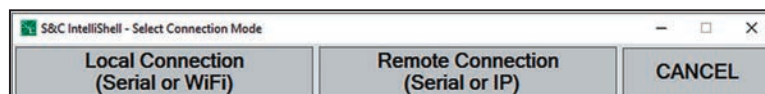

Figura 13. La ventana de diálogo S&C IntelliShell—Select Connection Mode.
**PASO 2.** Seleccione la opción **Local Connection (Conexión Local)** en la ventana de diálogo **S&C IntelliShell-Select Connection Mode** (Seleccionar Modo de Conexión). Ver Figura 13.